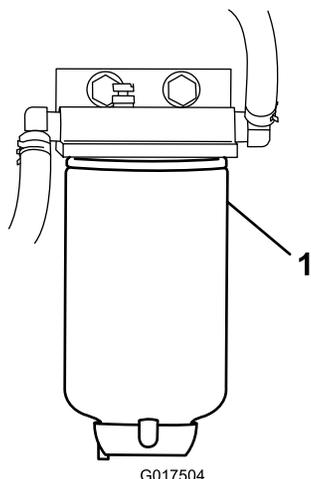

Figure 35
4. Dévissez le filtre à carburant du support (**Figure 35**).